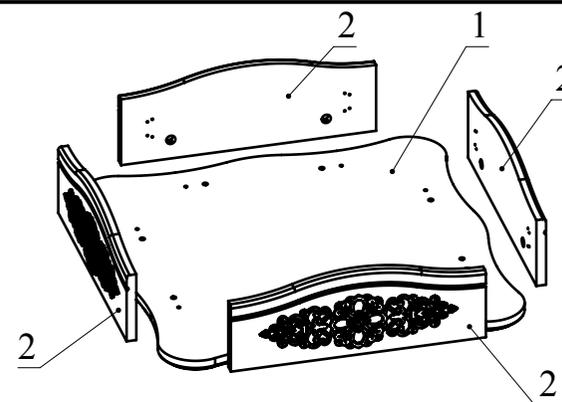

Рис.3
4. Установить детали 2 на деталь 1 и зафиксировать, повернув головки минификсов по часовой стрелке до упора (Рис. 3).